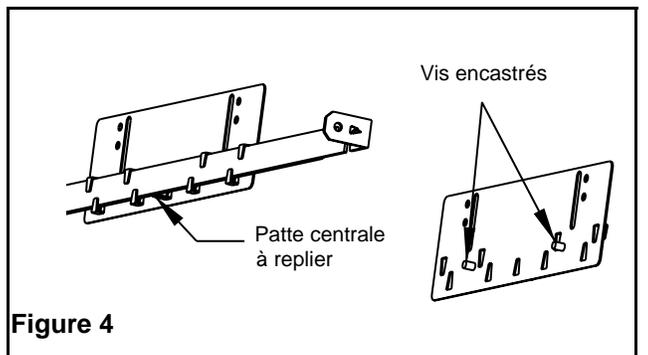
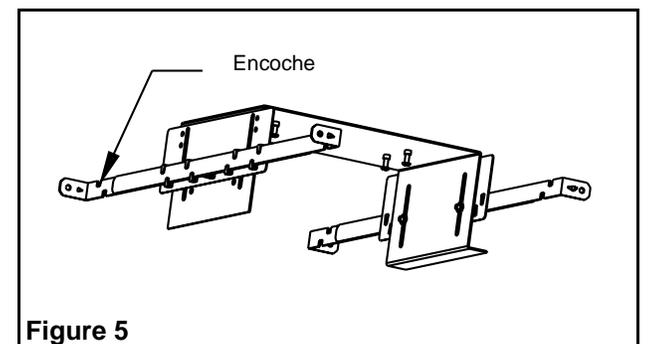

Figure 4
Figure 5
- Glissez les barres de suspension sous les pattes des supports de réglage. Si nécessaire, repliez la patte centrale du support de réglage par-dessus les barres de suspension (voir Figure 4). Alignez les supports en " U " au besoin et découpez une ouverture de la grandeur du support en " U " (8-1/4 par 5-3/4 po.) dans le carreau du plafond.
- Déposez le montage sur les barres de la structure en vous assurant que les encoches sur les barres de suspension s'enclenchent sur les barres (voir Figure 5). Placez le rebord du support en " U " sur le panneau du plafond et resserrez les écrous sur les vis encastrés dans les supports latéraux (voir Figure 4). Pour sécuriser l'appareil, fixez le montage aux solives du plafond avec des chaînes ou des tiges de suspension (non fournies).